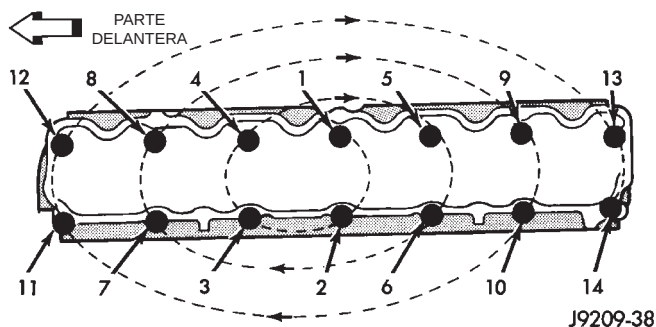

Fig. 36 Secuencia de ajuste de pernos de la culata de cilindros del motor
(3) Con el perno n° 14 mantenido en su posición (cinta adhesiva alrededor del perno), instale la culata de cilindros del motor. Retire la cinta adhesiva del perno n° 14.
(4) Cubra la rosca del perno n° 11, con sellante Loctite 592 o su equivalente.
(5) Apriete los pernos de la culata de cilindros del motor según la secuencia que se detalla a continuación (Fig. 36).